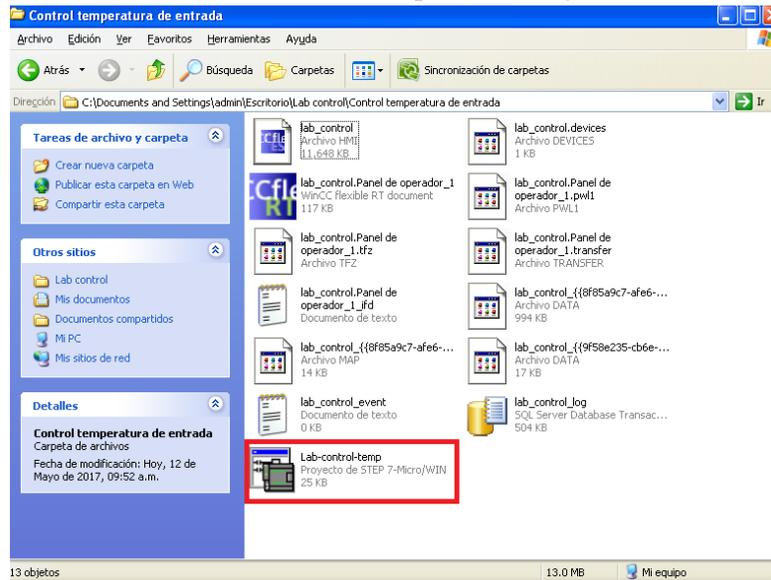

Imagen 8.
4.3. Independientemente de la carpeta que haya abierto, encontrará que el contenido en cada una es el mismo. Abra el archivo “Lab-control-temp”. (Ver imagen 8)